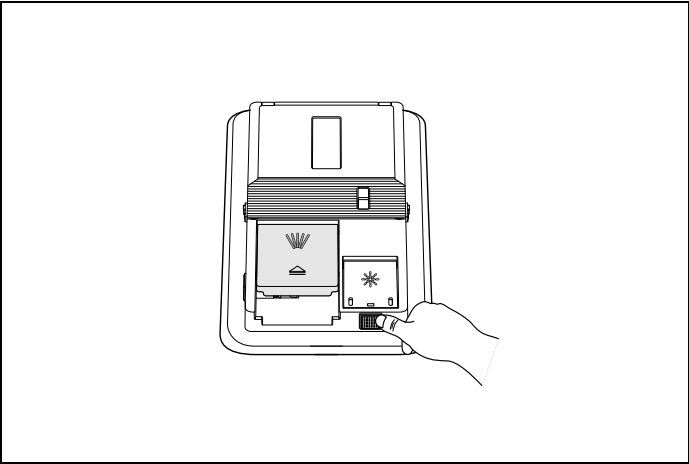

Fig. 71
1) Per riempire lo scomparto del brillantante, premere il pulsante Fig. 71 come indicato.